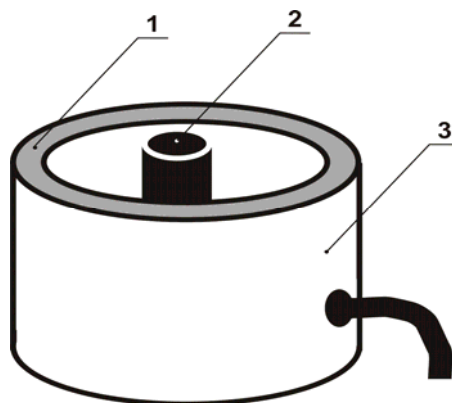

Рисунок 3 Объемный зонд
2.4.7 Объемный зонд (см. рисунок 3) предназначен для измерения влажности сыпучих материалов в составе измерительного блока и конструктивно выполнен в виде металлического цилиндра (поз.3), внутрь которого засыпается измеряемый материал.